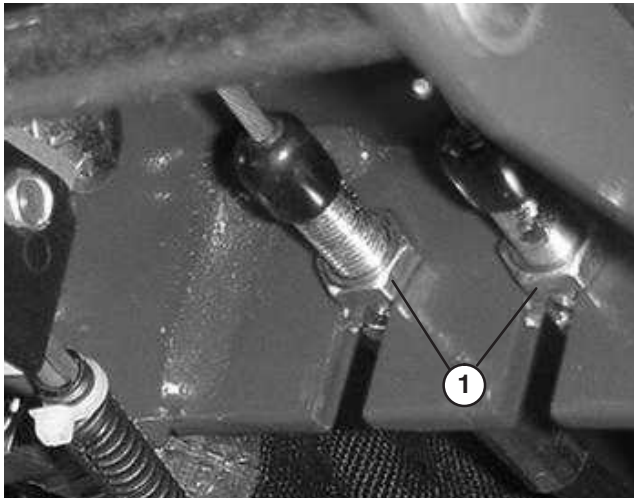

Bild 68
1. Lockern Sie zum Reduzieren des Spiels der Pedale zum Richtungswechsel (Anziehen der Bremsen) die vordere Mutter am Gewindeende des Bremszugs (Bild 68). Ziehen Sie dann die hintere Mutter fest, um den Zug nach hinten zu bewegen, bis die Pedale ein Spiel zwischen 13 und 25 mm aufweisen. Ziehen Sie die vordere Mutter fest, wenn die Bremsen einwandfrei eingestellt sind.